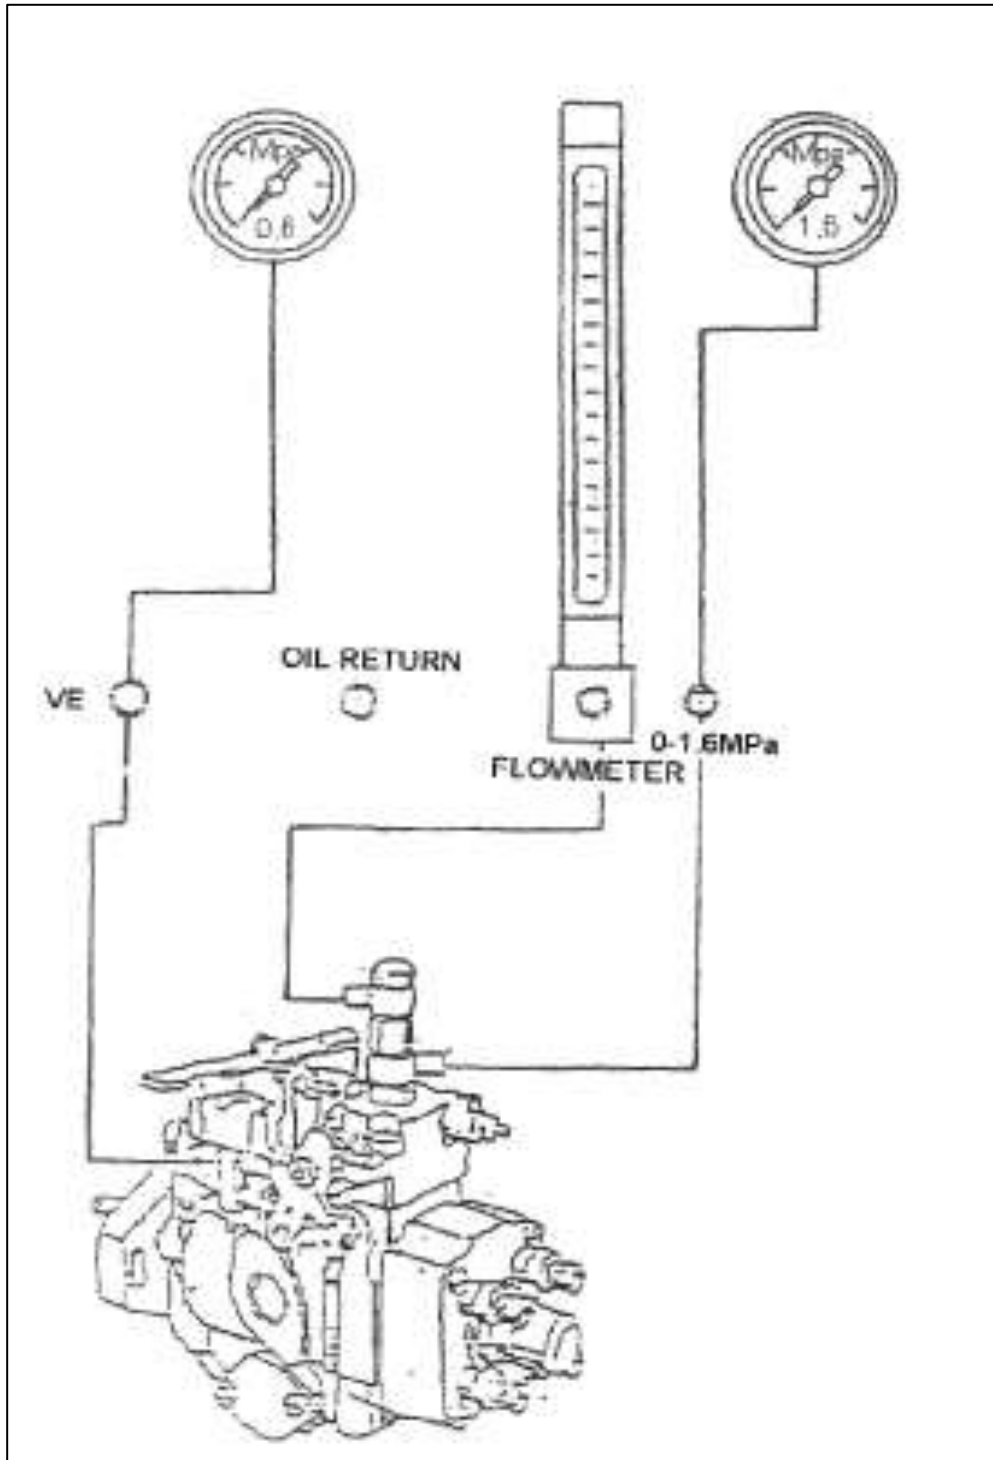

Figura. 31 Diagrama de conexión de bombas rotativas tipo VE
2. Diagrama de conexión de bombas rotativas tipo VE (figura 31)
3. Diagrama de conexión de bombas distribuidoras con LDA (32)